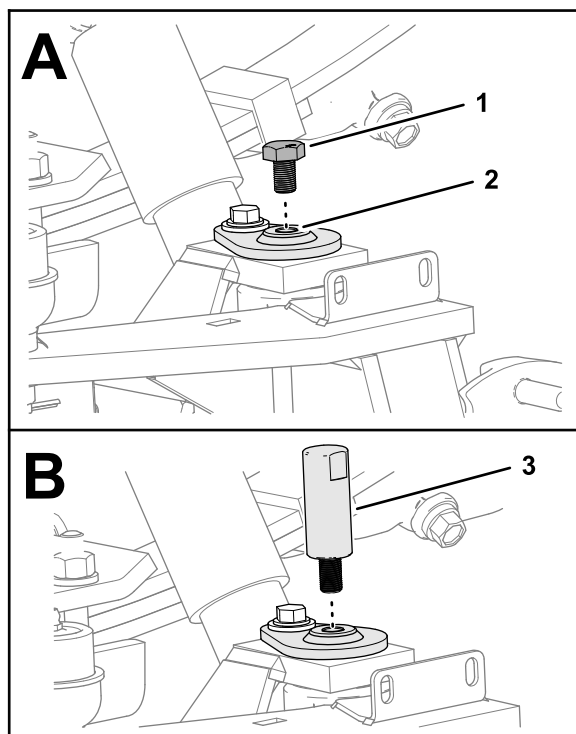

Figura 6
1. Remova o parafuso da extremidade do pino principal (Figura 6).
2. Enrosque a ferramenta de alinhamento na parte superior do pino principal (Figura 6).